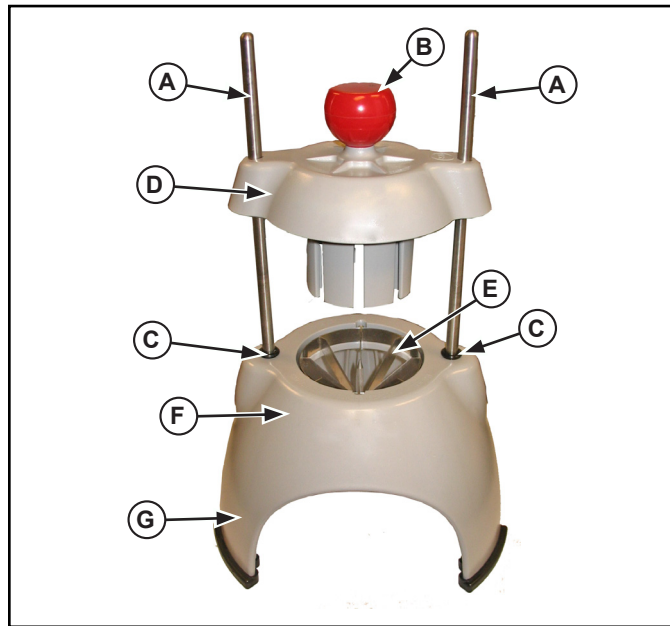

Figura 1. Características y controles.
- Antes de cada uso, verifique que las hojas estén correctamente alineadas. Fije lentamente el cabezal de empuje (D) sobre el conjunto de hojas (E). Consulte la Figura 1. Deben deslizarse juntas sin obstrucciones. Si hay obstrucciones, verifique que ambas piezas efectivamente sean del mismo conjunto. Elimine la obstrucción.
- Suba el mango (B) y coloque el alimento en el conjunto de hojas (H) (la espiga central para hojas segmentadoras).
- Quite la mano del área del conjunto de hojas (H) y colóquela en una de las patas (F).
- Deslice el conjunto del cabezal de empuje (D) para retirarlo de las varillas guía (A). Figura 1.
- Retire los tornillos que afianzan el conjunto de hojas (E).
- El conjunto de hojas (E) se limpia mejor forzando agua a presión por las
- Retire el conjunto del cabezal de empuje (D) deslizándolo hacia afuera de las varillas guía (A). Figura 1.
- Retire los tornillos que afianzan el conjunto de hojas (E), deseche el conjunto de hojas antiguo y conserve los tornillos.
- Instale el nuevo conjunto de hojas (E) de modo que las lengüetas en éste se deslicen al interior de las ranuras del conjunto de la base (F).